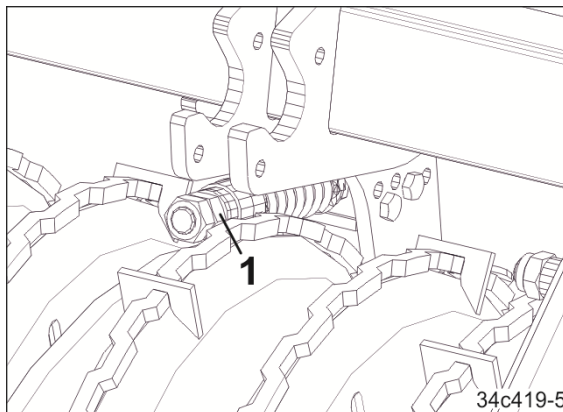

Рис. 97
2. Поворачивайте шестигранную гайку (Рис. 97/1) на пакете пружин, пока концы ножей снова не будут заканчиваться вместе с краями катка. Законтрите шестигранную гайку.